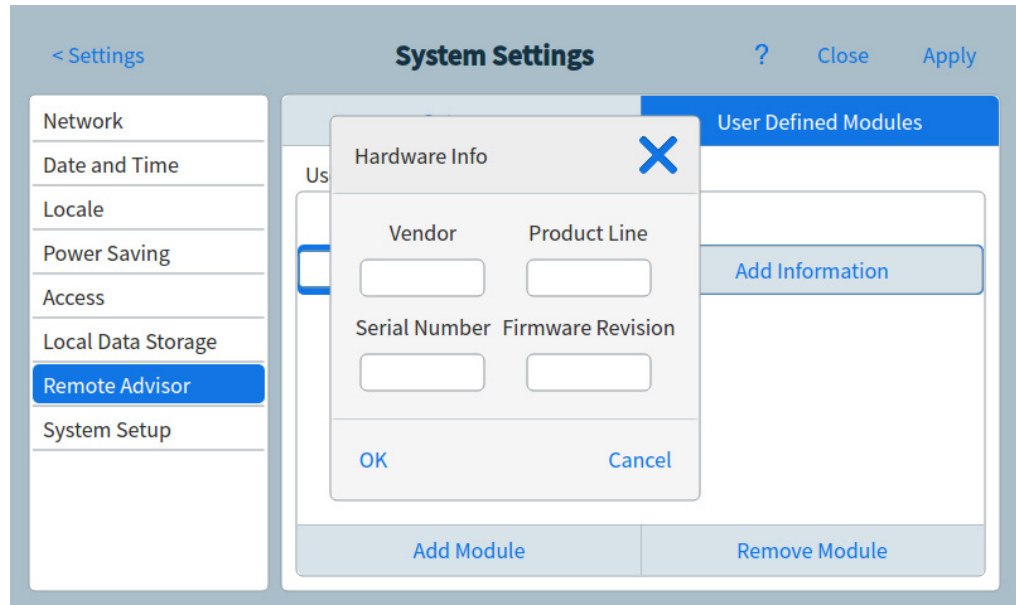

Figure 48 Page Conseiller à distance page - boîte de dialogue Info sur le matériel
- d Appuyez sur **Ajouter des informations** La boîte de dialogue Info sur le matériel s'affiche. Voir Figure 48.